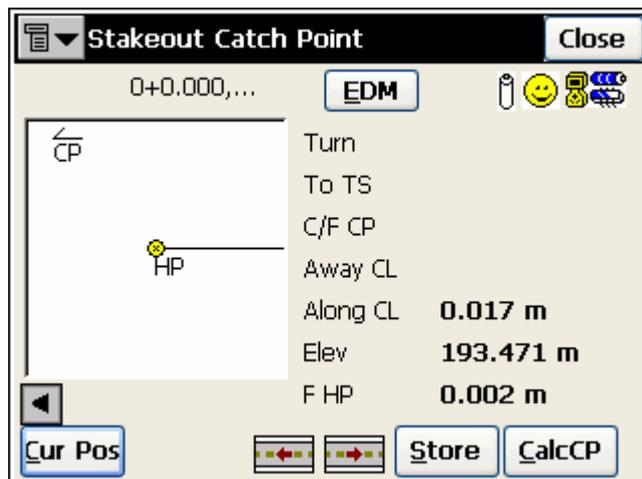

Рисунок 7-40. Вынос в натуру откоса - работа с тахеометром - Вынос в натуру точки перехода
- При работе с тахеометром: визируйтесь на призму. Чтобы определить отклонение текущего положения призмы от проектного, нажмите кнопку **Cur Pos (Текущ Полож)**. Если это отклонение достаточно мало, нажмите кнопку **Meas (Изм)**, и тахеометр выполнит измерение и сохранит его результаты. Чтобы перейти к выносу натуры предыдущей/следующей точки, нажмите кнопку / соответственно (рис. 7-40).